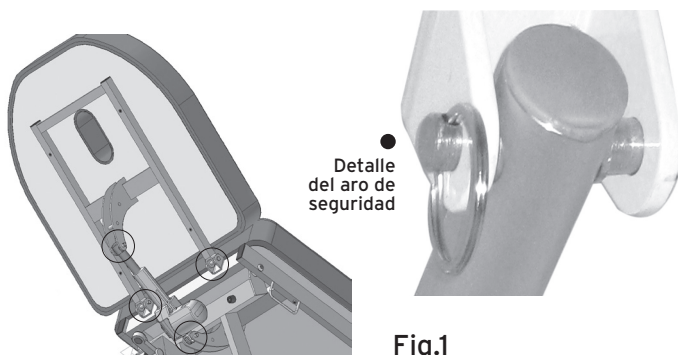

Fig.1
- Ensamblar el cabecero (sólo para MI38X-MI39X) y el actuador (eléctrico o con muelle de gas) al bastidor utilizando los pernos del kit de accesorios (Ref.E) y bloquearlos con los aros de seguridad (Ref.F) como en la Fig.1